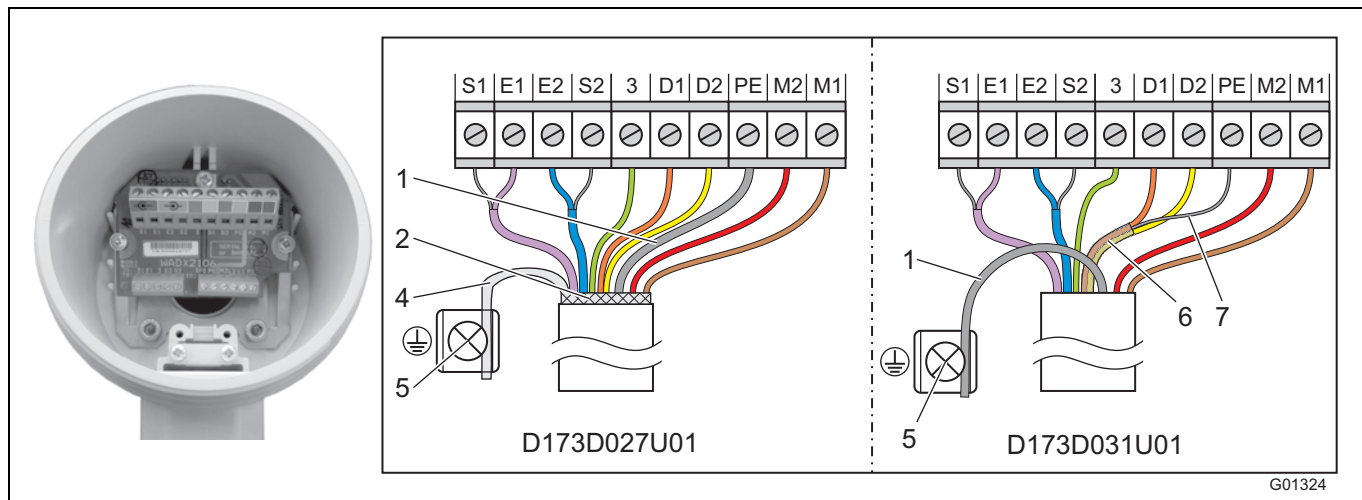

图34
按图图34连接流量计传感器侧的电缆端。
- 按图图34所示连接其他导线。